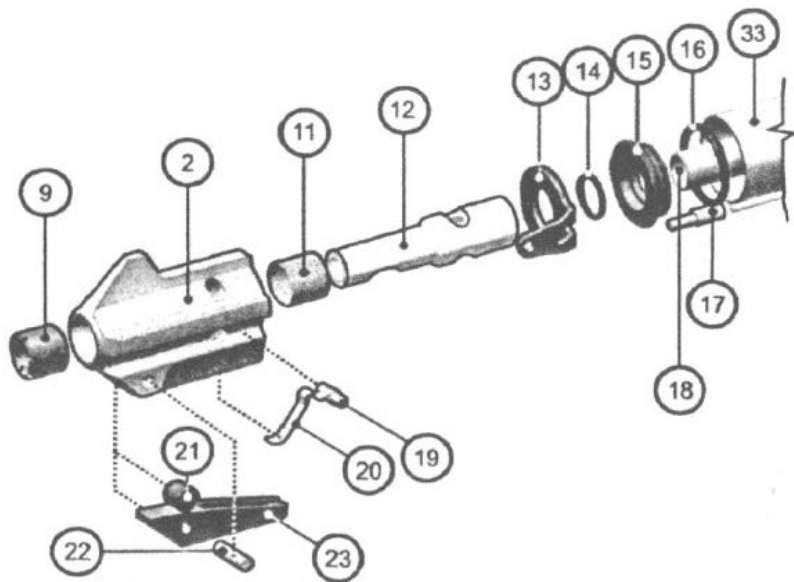
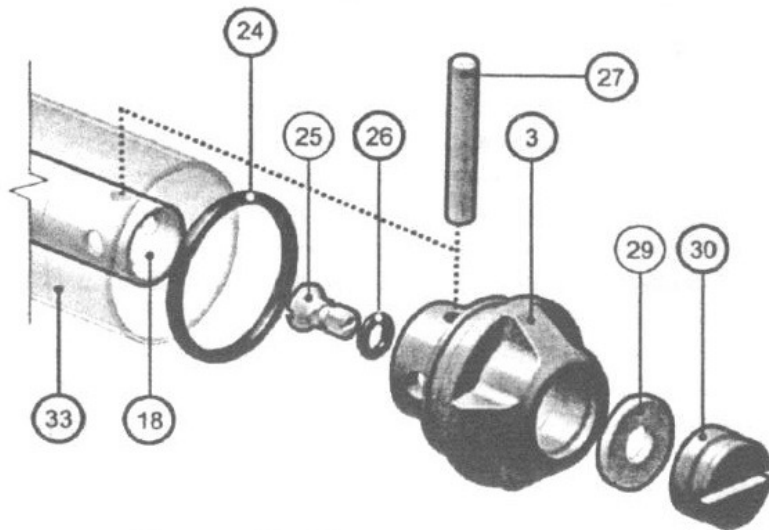
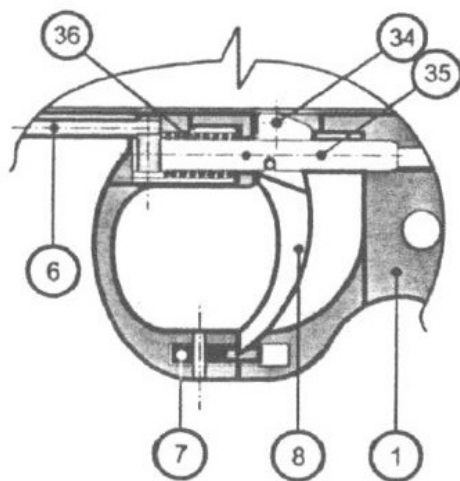

Рисунок 7 – Надульник
Рисунок 8 – Тыльник
Рисунок 9 – Узел спускового механизма
8.7 Разборку ружья производить в следующем порядке (см. рис.7; рис.8; рис.9):